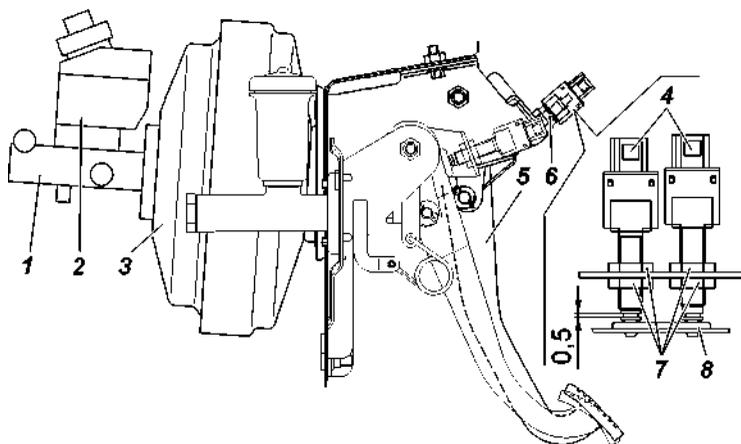

Рис. 9.25. Привод главного тормозного цилиндра:
**Свободный ход педали тормоза** при необходимости регулируйте вращением регулировочного винта 6 (рис. 9.25). Свободный ход педали должен быть 5-8 мм. После регулировки затяните гайку винта с моментом 14 - 18 Н · м (1,4 - 1,8 кгс · м).